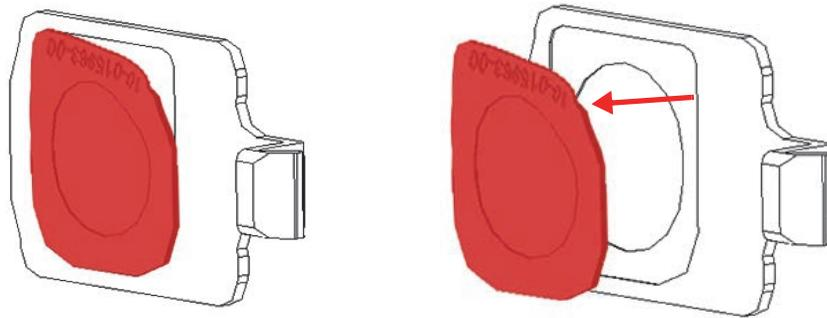

Figura 4-6 Sollevamento della pellicola dell'apertura di analisi (a sinistra) e rimozione (a destra)
- ◆ Sollevare un angolo della pellicola dell'apertura di analisi e rimuoverla completamente dalla placchetta (vedi Figura 4-6 a pagina 66).